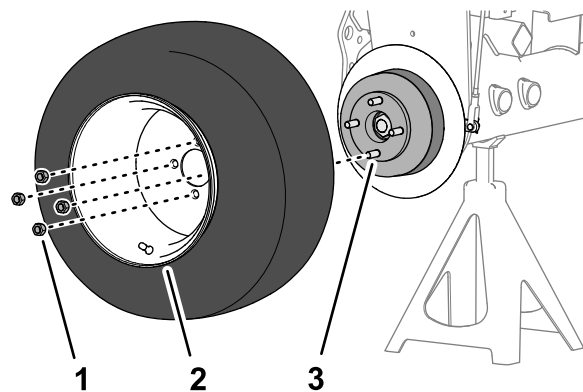

Bild 76
1. Entfernen Sie die vier Radmutter, mit der das Vorderrad an der Nabe befestigt ist, und nehmen Sie das Rad ab (Bild 76).